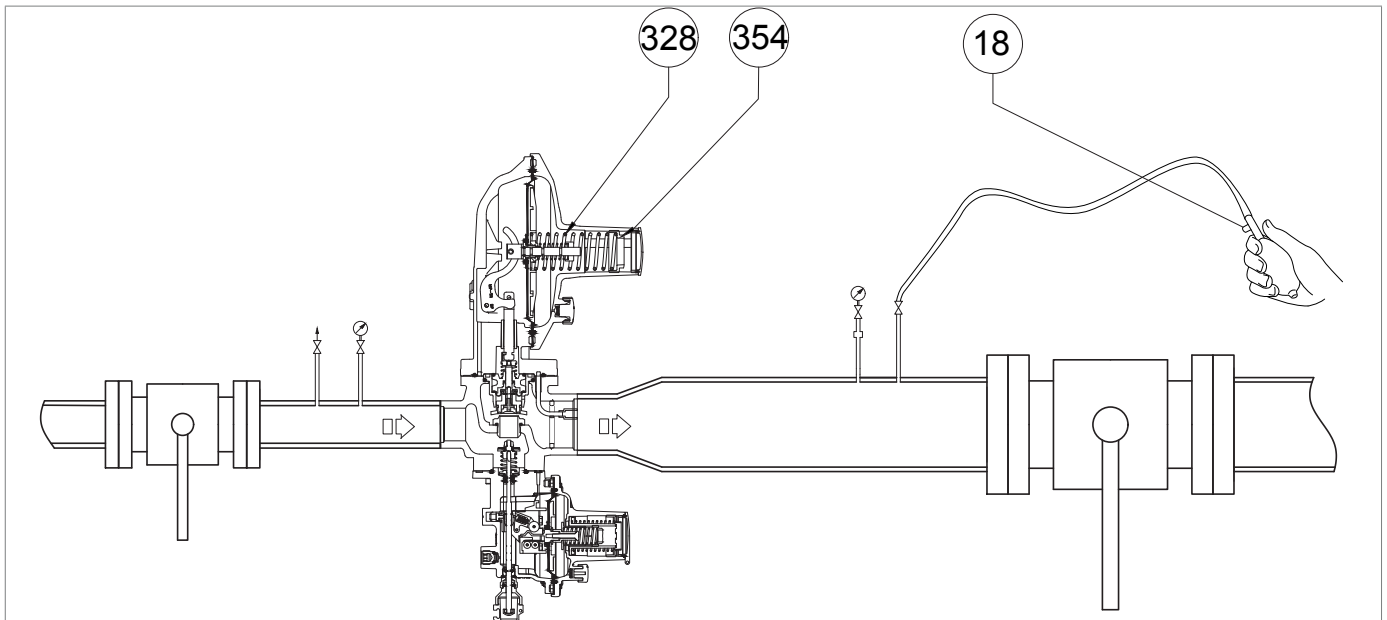
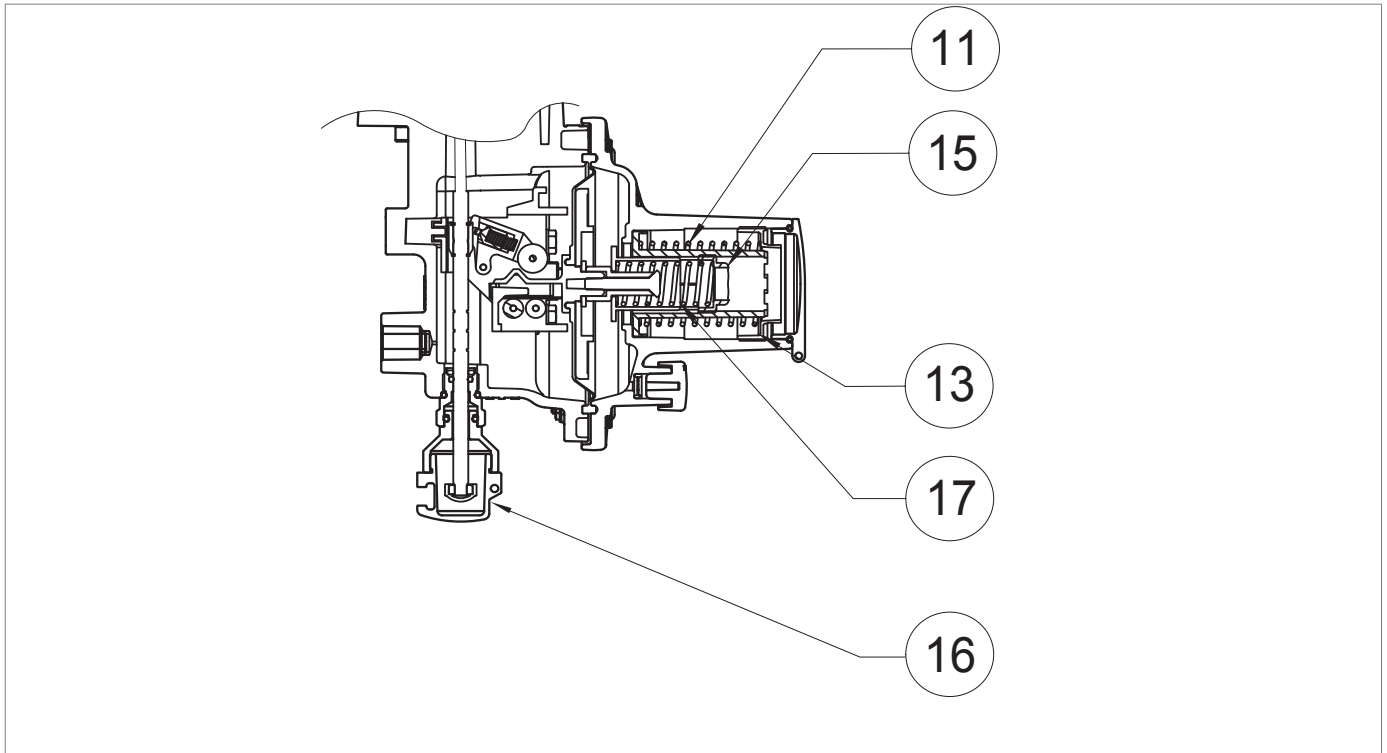
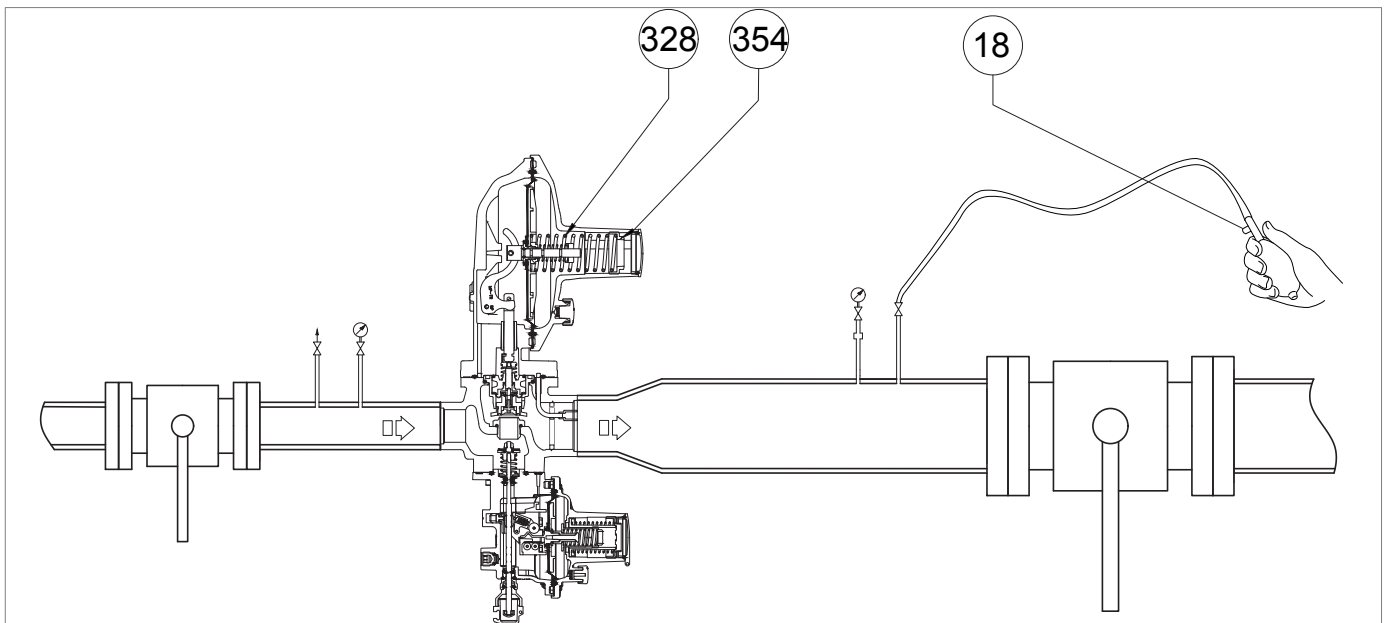

Fig. 8.22. Pressurizzazione con fonte esterna per valvola di blocco incorporata LA
Fig. 8.20. Taratura del pressostato per valvola di blocco LA
Fig. 8.21. Pressurizzazione con fonte esterna per valvola di blocco incorporata LA
1	<p>Aumentare la pressione di valle fino al valore di intervento della valvola di blocco, collegando una fonte di pressione esterna al rubinetto di scarico (Fig. 8.20, rif. 6) posto sulla tubazione di valle, assicurandosi di aprire un rubinetto di scarico aggiuntivo (Fig. 8.22, rif. 18).</p> <div style="border: 1px solid black; padding: 5px;"> <p>! AVVISO!</p> <p>Controllare la pressione facendo riferimento al manometro di valle (Fig. 8.20, rif. 5).</p> <p>Se la valvola di blocco:</p> <ul style="list-style-type: none"> • interviene prima del valore di pressione previsto: avvitare (senso orario) la ghiera di regolazione (13) così da comprimere maggiormente la molla (11); • non interviene al valore di pressione previsto: svitare (senso antiorario) la ghiera di regolazione (13), così da scaricare la molla (11). </div>
2	<p>Diminuire la pressione del tratto di valle aprendo il rubinetto di scarico aggiuntivo (Fig. 8.22, rif. 18) per portarla fino al valore di taratura del regolatore principale.</p>
3	<p>Chiudere il rubinetto di scarico aggiuntivo (Fig. 8.22, rif. 18).</p>
6	<p>Scollegare la fonte di pressione esterna dal rubinetto di scarico (Fig. 8.20, rif. 6).</p>
1	Aprire parzialmente il rubinetto di scarico (Fig. 8.20, rif. 6) in atmosfera e tenerlo aperto per le fasi successive.
2	Ruotare in senso antiorario la ghiera di regolazione (Fig. 8.20, rif. 3) del regolatore per diminuire la pressione di valle (Pd) fino alla pressione minima richiesta per l'intervento della valvola di blocco.
3	Se necessario, rimuovere il tappo di chiusura (Fig. 8.22, rif. 354) unitamente alla ghiera di regolazione e rimuovere la molla di regolazione (Fig. 8.22, rif. 328). AVVISO! Controllare il valore della pressione di intervento della valvola di blocco indicato dal manometro di valle (Fig. 8.20, rif. 5).
4	Se la valvola di blocco: <ul style="list-style-type: none"> • interviene prima del valore di pressione previsto: svitare (senso antiorario) la ghiera di regolazione (Fig. 8.21, rif. 15) così da scaricare la molla (Fig. 8.21, rif. 17); • non interviene al valore di pressione previsto: avvitare (senso orario) la ghiera di regolazione (Fig. 8.21, rif. 15), così da comprimere maggiormente la molla (Fig. 8.21, rif. 17).
5	Dopo aver verificato che la valvola di blocco intervenga al valore prefissato, agire come segue: <ol style="list-style-type: none"> 1. Chiudere il rubinetto di sfiato (Fig. 8.20, rif. 6) 2. Posizionare la molla di regolazione (Fig. 8.21, rif. 328), il tappo di chiusura (Fig. 8.22, rif. 354), la ghiera di regolazione (Fig. 8.20, rif. 3) 3. Aprire lentamente la valvola di intercettazione di monte (V1) fino a che il valore della pressione di valle (Pd) raggiunga il valore di taratura del regolatore, facendo riferimento al manometro di valle (Fig. 8.20 rif. 5) 4. Chiudere la valvola di intercettazione di monte (V1) 5. Aprire lentamente e parzialmente il rubinetto di sfiato (Fig. 8.20, rif. 6) per diminuire la pressione di valle facendo riferimento al manometro di valle (Fig. 8.20, rif. 5) fino al raggiungimento del valore di intervento per minima pressione 6. Verificare la corretta taratura della molla di minima ripetendo i passi 2-3-4 almeno tre volte 7. Eseguire taratura del regolatore principale facendo riferimento al paragrafo "8.5 - Procedura di messa in servizio del regolatore"
7	Ruotare in senso orario la ghiera di regolazione (Fig. 8.20, rif. 3) per aumentare la pressione di valle fino al valore di taratura del regolatore.
9	Chiudere il rubinetto di scarico (Fig. 8.20, rif. 6).